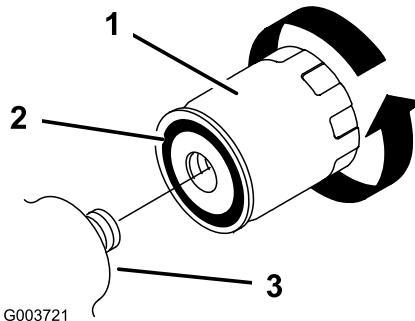

Figura 36
5. Retire el filtro usado (Figura 36) y límpie la superficie del adaptador del filtro.
6. Aplique una capa fina de fluido hidráulico a la junta de goma del filtro nuevo (Figura 36).
7. Instale el filtro hidráulico nuevo en el adaptador del filtro (Figura 36). Apriete el filtro en el sentido de las agujas del reloj hasta que la junta de goma entre en contacto con el adaptador del filtro, luego apriete el filtro media vuelta más.